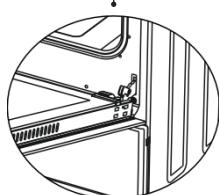

Imagen 1.2
3. A continuación, proceda a desbloquearla levantando los pequeños ganchos con un destornillador (Imagen 1.2).